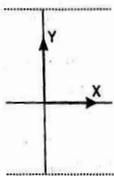
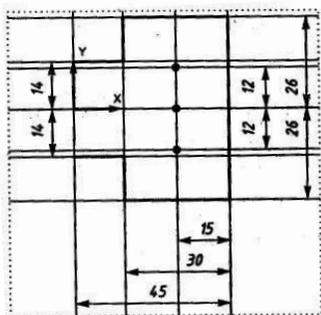
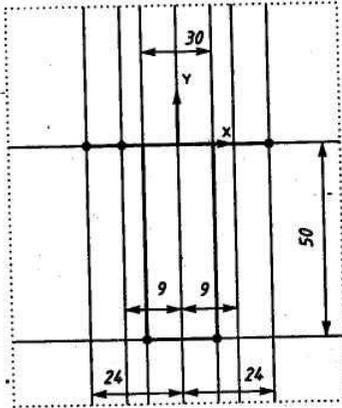

Рис. 43
Рис. 44
Рис. 53
окна документа (команда <Ctrl>+<0> на цифровой клавиатуре). Нажмите <Enter> (см. рис.43).
- С помощью параллельных вспомогательных прямых по команде Ввод вспомогательной параллельной прямой на панели инструментов строим каркас нашей детали (оранжевый цвет) относительно прямых, полученных на рис. 43, по размерам, указанным на рис. 44. Параметры для параллельных прямых вводим в окне **ds** «строки параметров» по команде <Alt>+<s>.
5. На панели инструментов выбираем по очереди команды Ввод вспомогательной горизонтальной прямой и Ввод вспомогательной вертикальной прямой, проводим через начало системы координат окна документа (команда <Ctrl>+<0> на цифровой клавиатуре). Нажмите <Enter> (см. рис.43).
6. С помощью параллельных вспомогательных прямых по команде Ввод вспомогательной параллельной прямой на панели инструментов строим каркас нашей детали (оранжевый цвет) относительно прямых, полученных на рис. 43, по размерам, указанным на рис. 53. Размеры для параллельных прямых вводим в окне **ds** «строки параметров» по команде **<Alt>+<s>**.